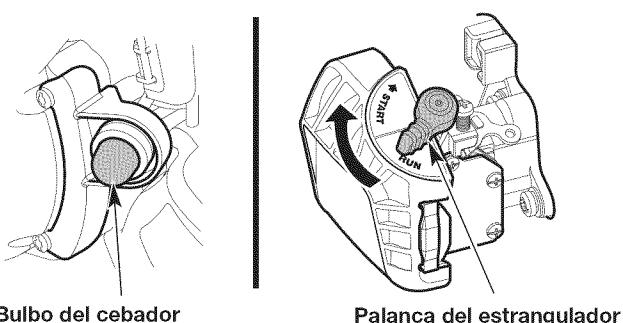

Fig. 12
3. Presione y luego suelte el bulbo del cebador lentamente **10 veces** (Fig. 12). Si no puede ver combustible en el bulbo del cebador, oprima y suelte el bulbo del cebador hasta que se vea combustible.
5. **NO** apriete el control del acelerador. Gire la palanca del estrangulador hacia la derecha hasta que haga clic en la posición **START** (arranque) (Fig. 12).